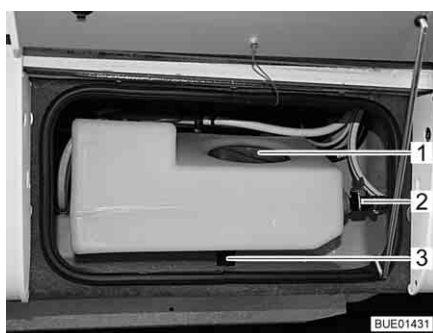
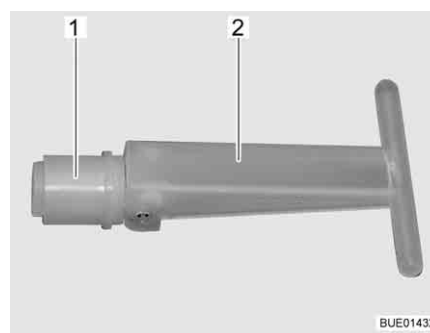

Bild 223 Extra vattentank
Bild 224 Propp
När tömningsventilen (Bild 223,2) är öppen, är extra vattentankens volym begränsad till ca 30 l; överflödigt vatten rinner ut. När tömningsventilen är stängd är hela tankvolymen tillgänglig.
När proppen (Bild 224,1) invändigt i extra vattentanken dras ur, rinner vattnet ut genom utloppet (Bild 223,3). Proppen är åtkomlig via serviceöppningen (Bild 223,1).
- Säkerställ att proppen (Bild 224,1) i extra vattentanken är stängd (handtaget (Bild 224,2) är nedfällt).
- Säkerställ att tömningsventilen (Bild 223,2) är stängd.
- Öppna serviceöppningen (Bild 223,1) i extra vattentanken.
- Ställ handtaget (Bild 224,2) på proppen (Bild 224,1) vertikalt genom serviceöppningen och dra ut proppen.
- Öppna tömningsventilen (Bild 223,2) på extra vattentanken.